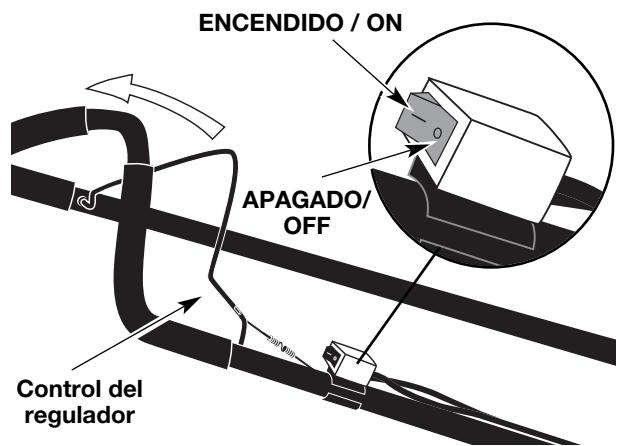

Fig. 10
- Coloque el Control de Encendido/Apagado (On/Off) en la posición de **ENCENDIDO (ON) [I]** (Fig. 10).